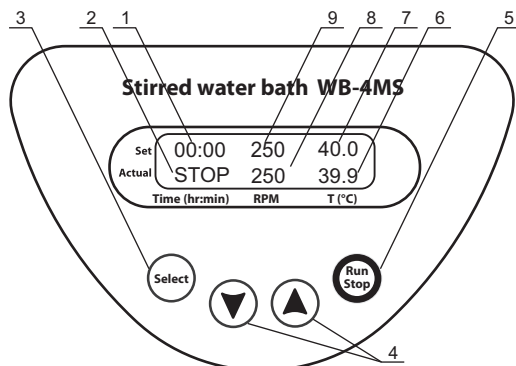

Рис. 1 Панель управления
- в верхней строке (**Set**) – ранее установленные значения времени (рис. 1/1), скорости магнитного перемешивающего элемента (рис. 1/9) и температуры воды (рис. 1/7);
- в нижней строке (**Actual**) – индикатор Time (STOP, рис. 1/2), текущие показания скорости магнитного перемешивающего элемента (рис. 1/8) и температуры воды (рис. 1/6).
- 4.4. **Установка параметров.** Нажатием кнопки **Select** (рис. 1/3) выберите параметр, который необходимо изменить. Каждое нажатие кнопки **Select** последовательно активирует установленные значения в верхней строке дисплея. Активный параметр обозначается мигающей индикацией. Используйте кнопки ▲ и ▼ (рис. 1/4) для установки соответствующих значений. Если кнопка установки удерживается нажатой более 2 с, скорость смены значений увеличивается.
- 4.5. **Установка температуры.** Нажатием кнопки **Select** выберите параметр температуры **T (°C)** (рис. 1/7). Кнопками ▲ и ▼ (рис. 1/4) установите необходимую температуру. Если кнопка установки удерживается нажатой более 2 с, скорость смены значений увеличивается. Начнется нагрев. Текущие показания температуры отображаются в нижней строке дисплея (рис. 1/6).
- 4.6. **Установка скорости вращения магнитного элемента.** Нажатием кнопки **Select** выберите параметр скорости **RPM** (рис. 1/9). Кнопками ▲ и ▼ (рис. 1/4) установите необходимую скорость (250–1000 об/мин). Если кнопка установки удерживается нажатой более 2 с, скорость смены значений увеличивается. Текущие показания скорости вращения магнитного элемента отображаются в нижней строке дисплея (рис. 1/8).
- 4.7. **Установка времени.** Нажатием кнопки **Select** выберите параметр времени **Time (hr:min)** (рис. 1/1).
Кнопками ▲ и ▼ (рис. 1/4) установите необходимый интервал времени. Если кнопка установки удерживается нажатой более 2 с, скорость смены значений увеличивается.
- 4.8. Нажмите кнопку **Run/Stop** (рис. 1/5). При этом начнется отсчет установленного интервала времени (рис. 1/2).
- 4.9. По истечении установленного интервала времени таймер подает звуковой сигнал, при этом на дисплее отображается мигающая индикация STOP. Нажмите кнопку **Run/Stop** (рис. 1/5) для прекращения сигнала.
- Внимание!** При остановке таймера не прекращается процесс нагрева/поддержания установленной температуры. Для прекращения нагрева необходимо кнопкой ▼ T, °C (рис. 1/4) установить значение температуры ниже 25°C (индикация OFF на дисплее).